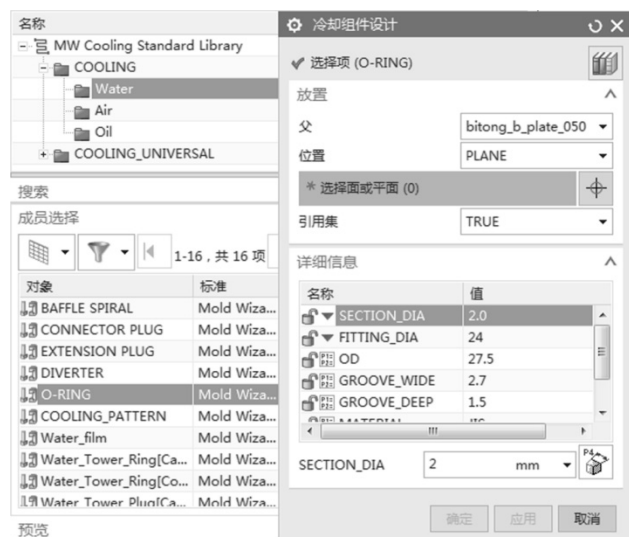

图 16-59 设定密封圈参数
(13) 单击“冷却标准部件库”按钮, 在“重用库”的“名称”区域中选取 Water, 在“成员选择”列表中选 O-RING, 在【冷却组件设计】对话框中对“父”选择 bitong_b_plate_050, “位置”选择 PLANE, “引用集”选择 TURE, “SECTION_DIA”设为 2 mm, “FITTING_DIA”设为 24 mm, 如图 16-59 所示。